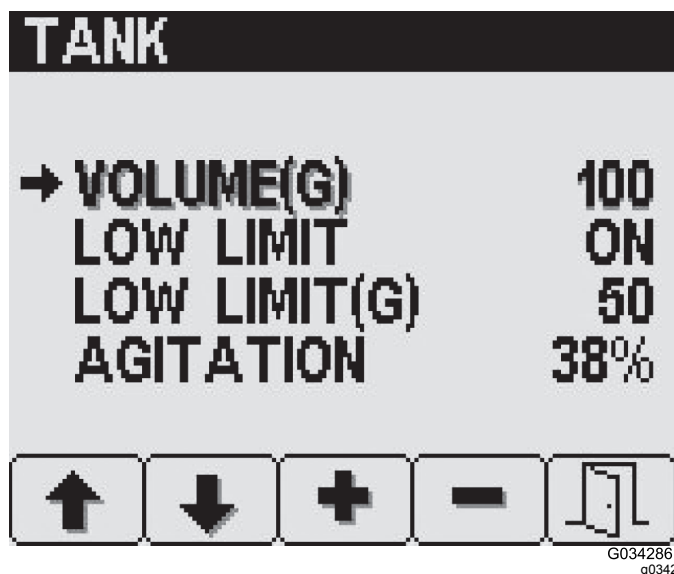

图 20
2. 按 2 号按钮直至到达想要更改的项目图 20。
3. 使用 3 号和 4 号按钮设置所需的值图 20。